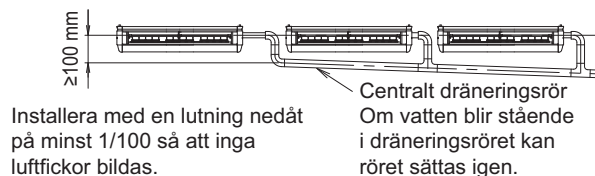

Bild 28
- För att undvika att den anslutna dräneringsslangen (1) belastas för hårt ska du inte böja eller vrida den. (Det kan orsaka vattenläckage.)
- Vid arbete på centraliserat dräneringsarbete följer du instruktionerna i bild 28. Välj diametern på det centrala dräneringsröret så att det matchar kapaciteten på den inomhusenhet som ska anslutas. (Se tekniska data.)